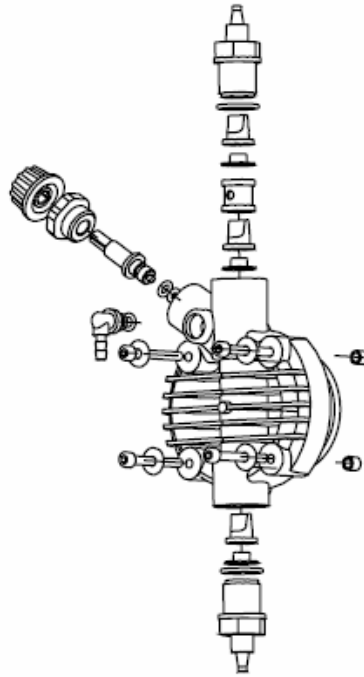

Рис. 12
- *Концентрацію реагенту в трубопроводі: зниження концентрації може бути викликано зносом клапанів, у цьому випадку її необхідно замінити (рис. 12) або забрудненням фільтра, який необхідно промити як описано нижче в п.3:*